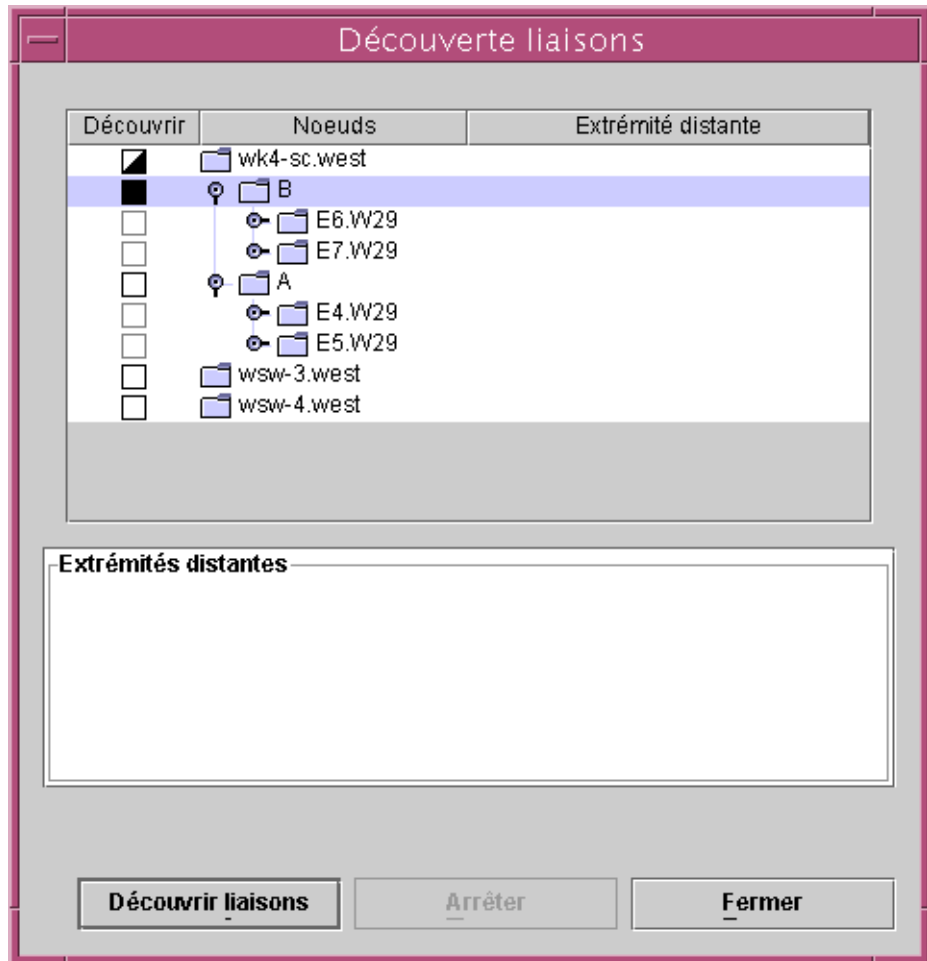

FIGURE 8-2 Boîte de dialogue Découverte liaisons affichant un dossier de châssis agrandi
- Pour acquérir le statut des liaisons au niveau des domaines, développez les dossiers des châssis qui contiennent les domaines qui vous intéressent. Voir FIGURE 8-2.